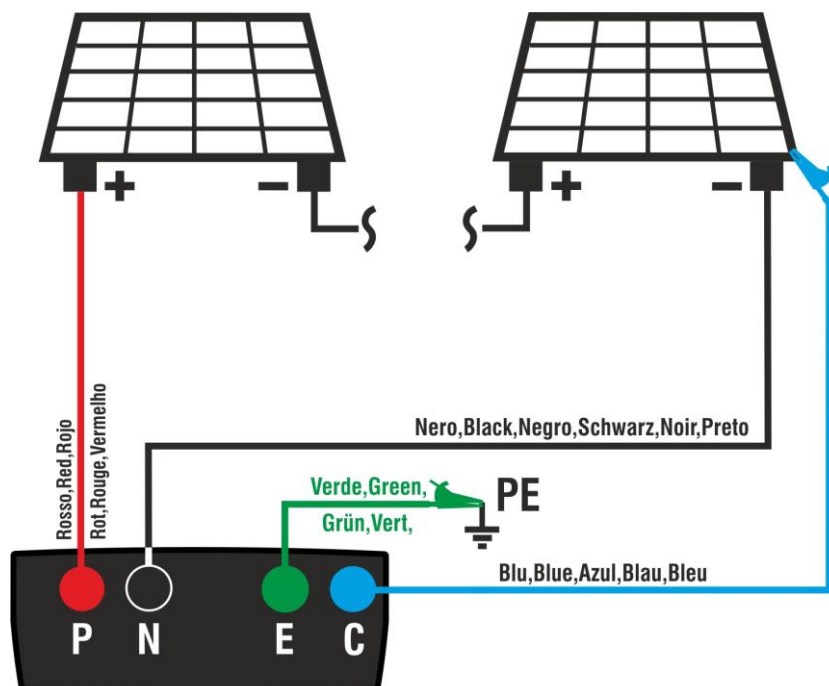

Fig. 10: Conexión para la prueba IVCK sin unidad remota
5. Conecte el instrumento al módulo/string en pruebas y eventualmente al nodo principal de tierra de la instalación y a las masas metálicas puestas a tierra como se muestra en Fig. 10. En particular, conecte el polo Negativo de salida del módulo/string al terminal N y el polo Positivo de salida del módulo/string al terminal P